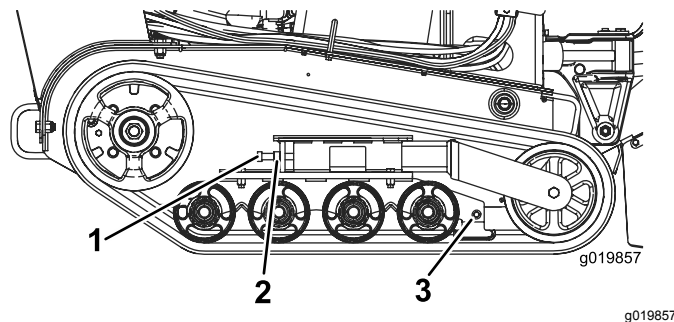

Bild 48
3. Lösen Sie die Klemmmutter an der Spannschraube der Kette und die Klemmschrauben am Spannarm (Bild 48).
4. Ziehen Sie die Spannschraube bis auf 32,5-40 N·m an, um die Kette zu spannen (Bild 48).
4. Lösen Sie die Spannschraube und Klemmmutter (Bild 48).